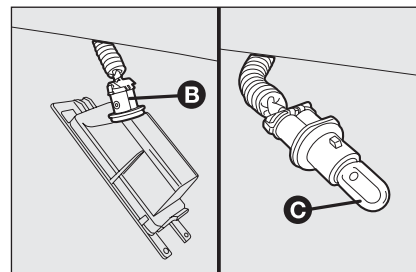

fig. 34
- ☐ gire el portalámpara **B-fig. 34** hacia la izquierda, luego extraer la lámpara **C**.